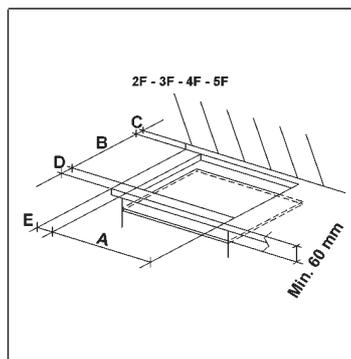

ABB. 7
In dem Möbelstück, in das das Kochfeld eingefügt werden soll, ist eine Einbauöffnung anzubringen, die den in mm angegebenen Maßen der Abb. 7 entsprechen muss. Es ist darauf zu achten, dass die kritischen Entfernungen zwischen dem Kochfeld, den Seitenwänden, der rückwärtigen und der oberen Wand eingehalten werden (siehe Abb. 7 und 8).
- Um eine Berührung der Bodenplatte zu vermeiden, die bei eingeschalteter Mulde sehr heiß werden kann, muß unterhalb der Mulde im Abstand von 60 mm eine zusätzliche Holzplatte eingesetzt und befestigt werden (Abb. 7).